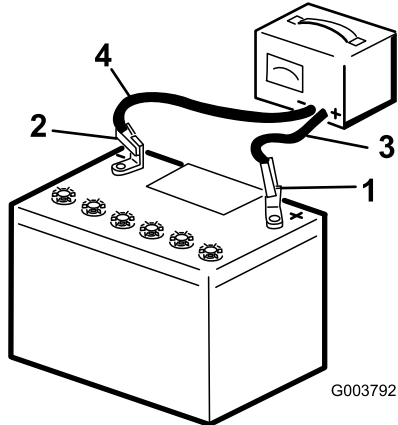

Bild 60
- Schließen Sie das Pluskabel des Batterieladegeräts an den Pluspol der Batterie an (Bild 60).
- Schließen Sie das Minuskabel des Batterieladegeräts an den Minuspol der Batterie an (Bild 60).
- Schließen Sie das Ladegerät von der Stromquelle ab, wenn die Batterie ganz aufgeladen ist. Klemmen Sie dann die Ladegerätkabel von den Batteriepolen ab (Bild 60).